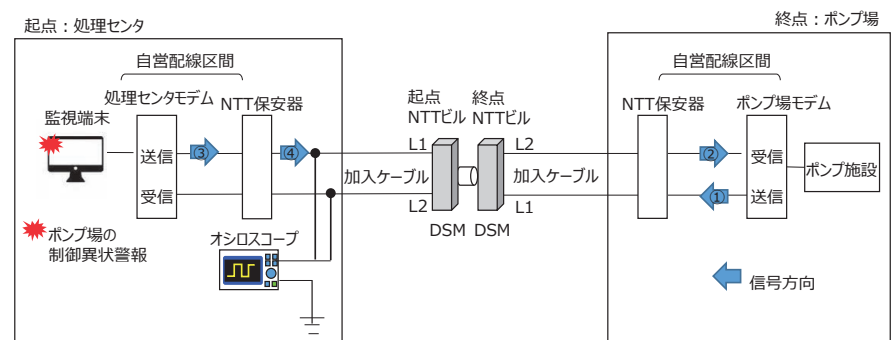
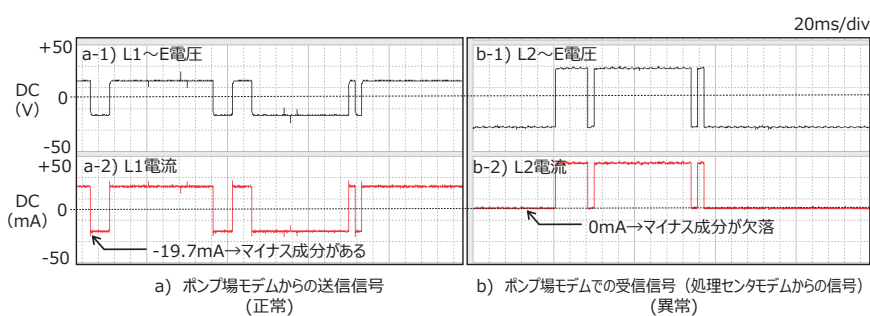
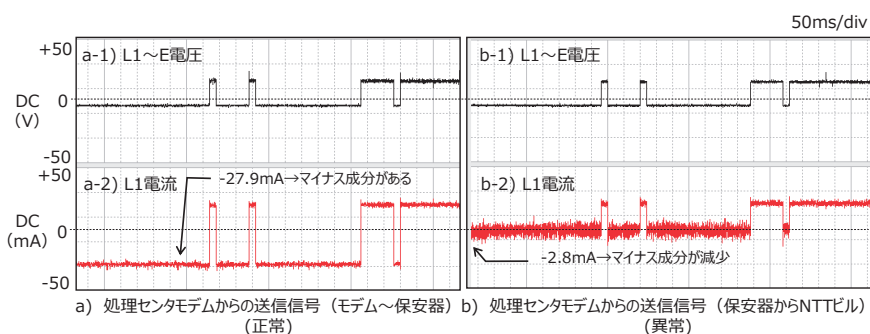

図1 設備構成と測定構成
図2 ポンプ場での信号波形
図3 処理センタでの信号波形
設備構成を図1に示します。50bit/s専用線の伝送方式には「メタリックリターン」と「アースリターン」があります。2線式のメタリックリターン方式は2心の加入者線で閉回路を構成し、電流の方向により送受信を識別して通信を行います。アースリターン方式は2心の加
制御異常警報が発生する原因はモデムや回線不具合による通信信号の異常と考え、DSMからお客様設備までの正常性を調査することとしました。処理センタとポンプ場で、図1に示すポイントでモデムの送受信信号の電圧と電流をオシロスコープで測定し、モデム信号の疎通状況を確認しました(A)。なお、本専用線はアースリターン方式のため、信号電圧はL1およびL2と大地間で測定しました。また、処理センタとポンプ場の宅内配線(NTT配線区間と自営配線区間)の電気的特性を測定しました(B)。
(図2・3)
ポンプ場モデムからの送信信号 (a) と処理センタモデムからの受信信号 (b) を図2に示します。ポンプ場モデムからの送信信号 (図1①) は、電圧・電流ともに複流符号 (0と1をプラスとマイナスの両極性で表現) の波形となっていました (図2 a)。しかし、処理センタモデムからの受信信号 (図1②) の電流はマイナス成分が欠落した単流符号 (0と1をプラスもしくはマイナスの単極性で表現) となっていました (図2 b-2)。次に、この信号の送信元である処理センタモデムの送信信号 (図1③) を測定したところ、こちらは複流符号でした。
理センタ宅内で詳細に測定を行ったところ、モデム直近の波形は正常なものの、NTT保安器を通過 (図1④) すると信号波形が単流符号に変化することがわかりました (図3 b-2)。